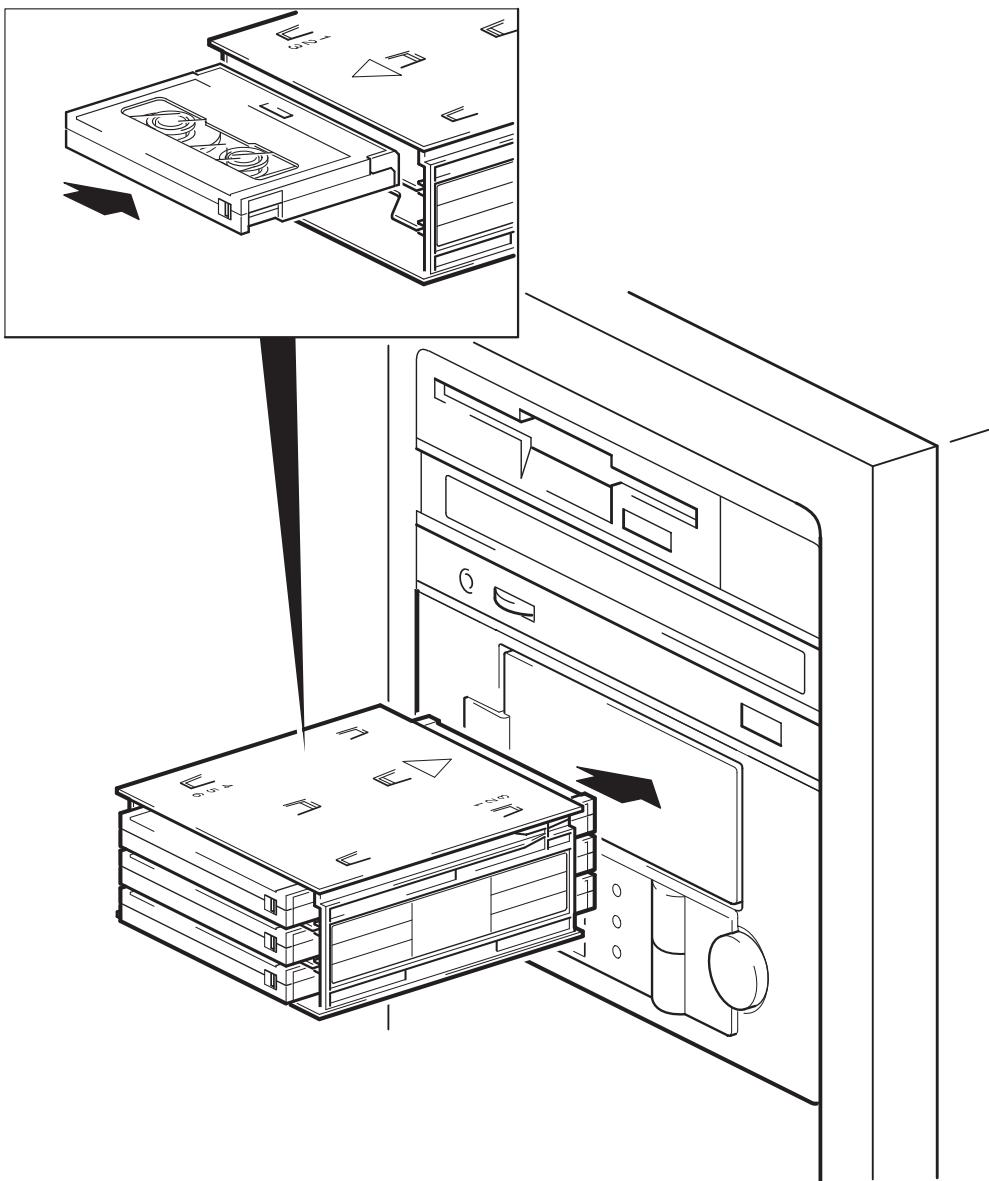

图 11: 安装自动装载器
- 2 通过自动装载器的前门插入磁带盒。请确保大箭头处于最上端并指向自动装载器，如图 11 所示。